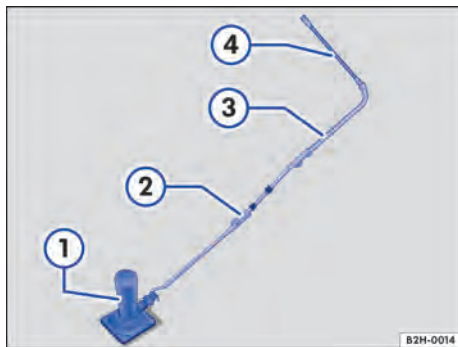

Fig. 211 Macaco com extensor.
1. Rebater a alavanca de extensão → Fig. 211 ② das ferramentas de bordo, desdobrando-a.
2. Enganchar a alavanca de extensão no macaco → Fig. 211 ①.
3. Colocar a chave de caixa → Fig. 211 ③ sobre a alavanca de extensão.
4. Colocar a chave de roda → Fig. 211 ④ sobre a chave de caixa.